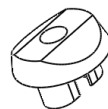

Fig. 02
6. Introduza os coxins "Vibra-Stop" (**Fig.02**) nas furações dos braços dos suportes;